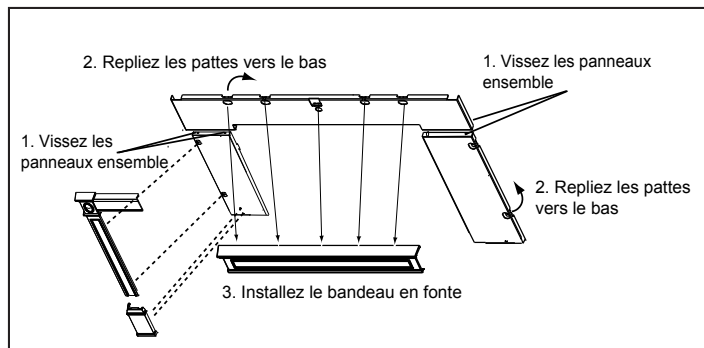

Figure 21.1
**Le kit de panneaux comprend :** (2) panneaux latéraux, gauche et droit ; (1) panneau de dessus ; (1) jeu d'attaches.
**Le kit de finition en fonte comprend :** (2) bordures verticales de finition en fonte, gauche et droite ; (1) bandeau de finition en fonte ; (2) plinthes de finition en fonte, gauche et droite ; (1) jeu d'attaches.
4. Maintenant, repliez les pattes vers le bas et l'arrière de l'ensemble du panneau, 5 en haut et 2 sur chaque bordure verticale. Laissez le panneau couché la face vers le bas. **Figure 21.1.**